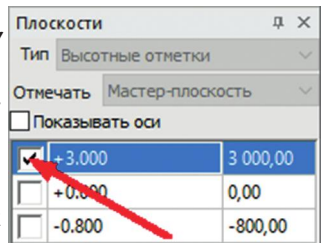

рис. 111
7. На панели **Плоскости** выберите высотную отметку **+3000** (рис. 111). После этого вы увидите, как пол «прыгнет» на выбранную отметку (рис. 112, вид спереди – видовое окно №1).